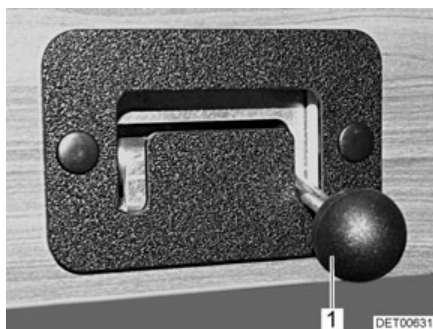
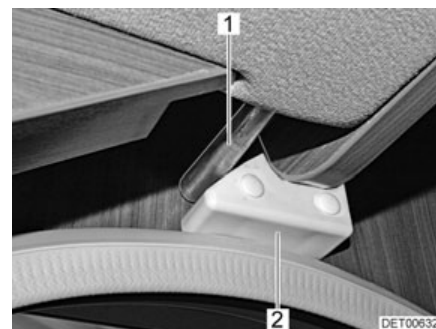

Fig. 99 Levier de verrouillage
Fig. 100 Dispositif de verrouillage
- Pousser le levier de verrouillage (Fig. 99,1) vers le haut, vers le milieu du véhicule, et le repousser vers le bas. Le dispositif de verrouillage est alors débloqué.
- Pousser le levier de verrouillage (Fig. 99,1) vers le haut, vers le côté du véhicule, et le repousser vers le bas. Veiller à ce que la goupille de verrouillage (Fig. 100,1) ait prise derrière le bloc de fixation (Fig. 100,2) sur la paroi intérieure du véhicule.